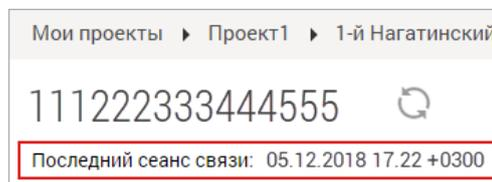

Рис. 31. Последний сеанс связи.
2. В меню **УСПД → Конфигурация** в строке **Последний сеанс связи** появятся дата и время последнего нажатия (Рис. 31). Если данные не отобразились, нажмите кнопку **Обновить**